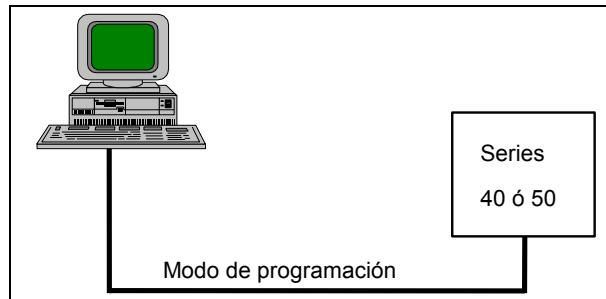

Figura 7-13: configuración de protocolo de programación en línea serie (COM1)
- Este protocolo utiliza la interfaz serie (COM1) de la unidad central y está reservado para dispositivos que disponen de una interfaz de programación ABB (ver Figura 7-13).